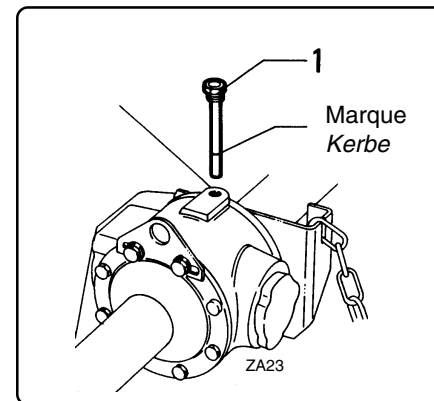

fig. 7.4.3
- Contrôlez le niveau du lubrifiant du carter des engrenages à travers le bouchon de visite (fig. 7.4.3 pos. 1) et éventuellement en rajouter jusqu'à la marque sur la jauge. Voir les caractéristiques des lubrifiants au par. 7.6.